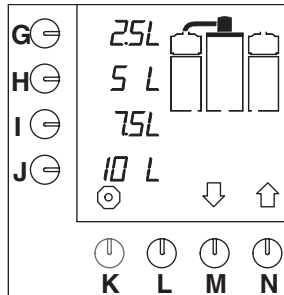

Abb. 8 Ausgangsbildschirm
- Die Kontrollleuchte im Schalter schaltet sich ein. Die Standardwahlmöglichkeiten erscheinen auf dem Display (Abb.8).